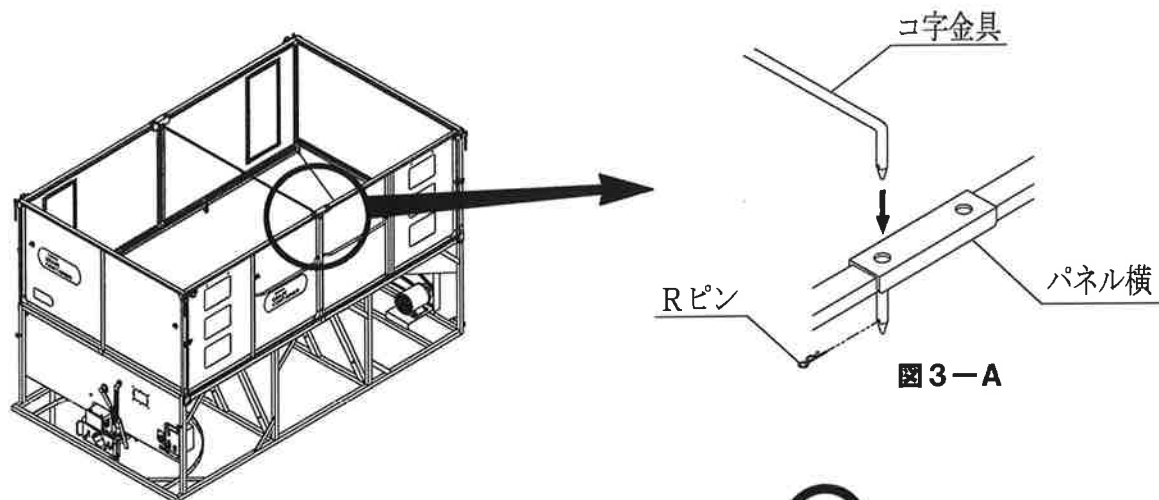

図3-A
3. UMK-19、23、31の場合は、コ字金具をパネル横に取付け、Rピンで確実に抜け止めをします。(図3-A)
※ UMK-23、31の場合、コ字金具を真直ぐに差し込んでください。(図3-B)